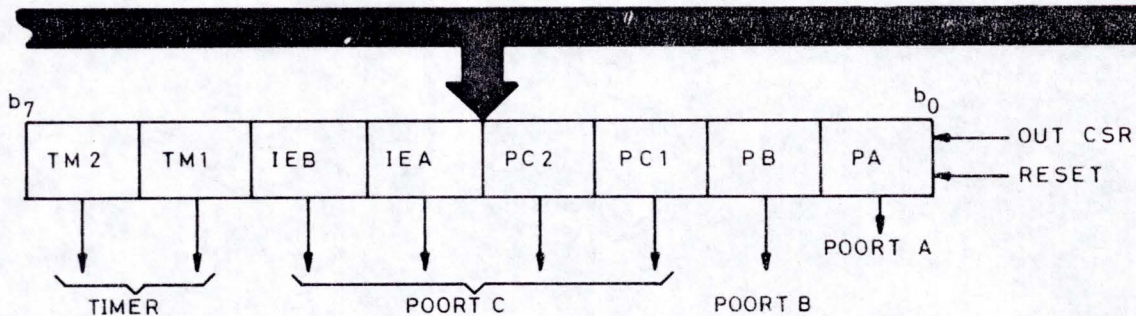

fig.11
Als we het CSR d.m.v. een output-instructie aanspreken, dan wordt het command register (fig.11) geselecteerd. Dit command register is alleen
Poort A kan als input-poort en als output-poort werken, afhankelijk van PA (dit is b₀ van het command register, zie fig.11).
D.m.v. PC1 en PC2 (b_2 en b_3 van het command register, zie fig.11) kan poort C in vier verschillende modes worden geprogrammeerd. We zullen deze 4 modes nu achtereenvolgens kort bespreken.